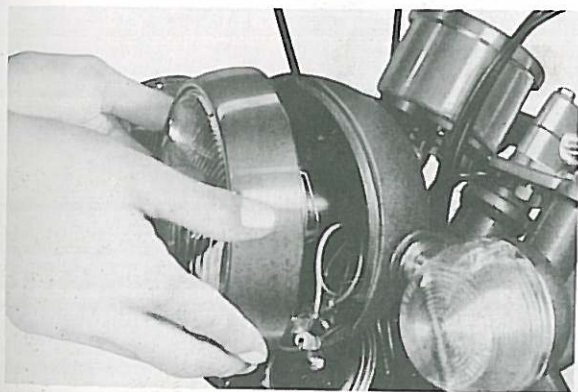

Fig. 5-7-1
1. After removing front forks, remove headlight from headlight body. (Fig. 5-7-1)
1. Après dépose des bras de fourche avant, sortir le phare de son boîtier. (Fig. 5-7-1)
1. Vorderradgabel ausbauen und danach den Scheinwerfer aus dem Scheinwerfergehäuse nehmen. (Fig. 5-7-1)